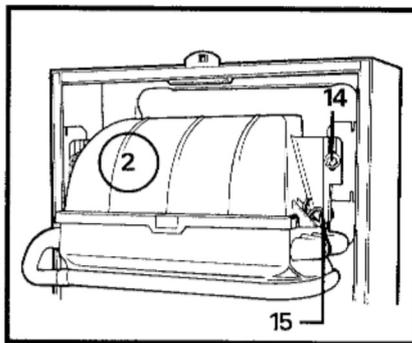

Fig. 4
- Déboîter le coude de fumée (2) en dévissant les deux vis (14) en soulevant les crochets (15) (fig. 4).
- Remonter le coude de fumée en l'emboîtant dans la gaine d'évacuation des fumées (4), le fixer à l'aide des deux vis (14) et des crochets (15) (fig. 4, page 2).